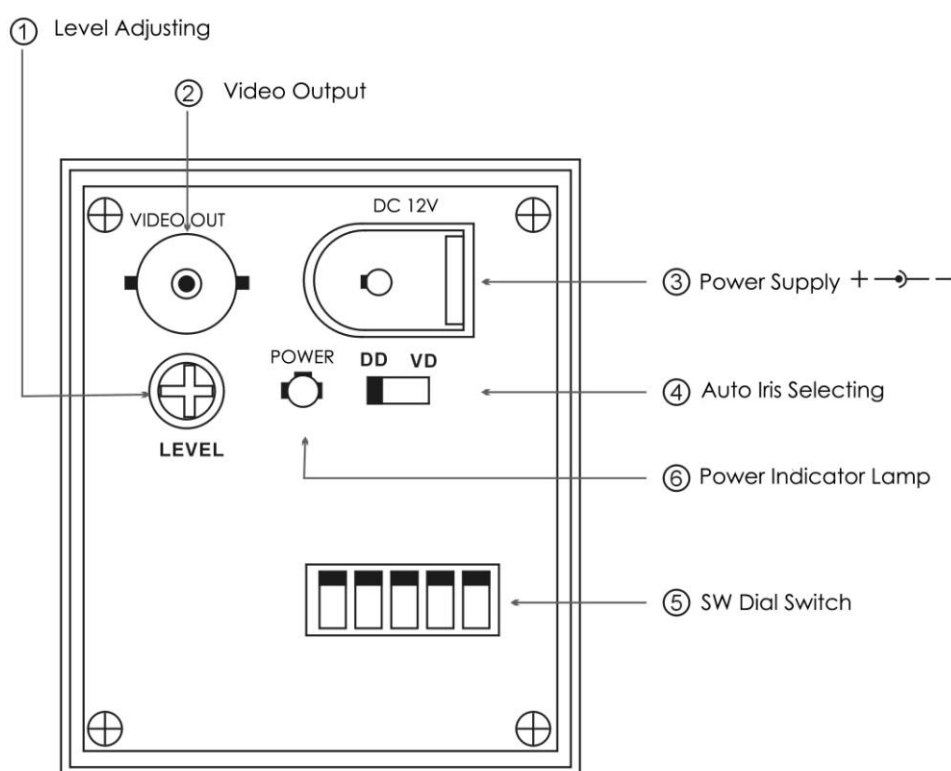

Figura 1.2 Panel trasero de la cámara CCD
Nota: El panel trasero varía según los diferentes modelos. P. ej. El panel trasero del DS-2CC132P(N) que se muestra a continuación es diferente del de la figura 1.2.